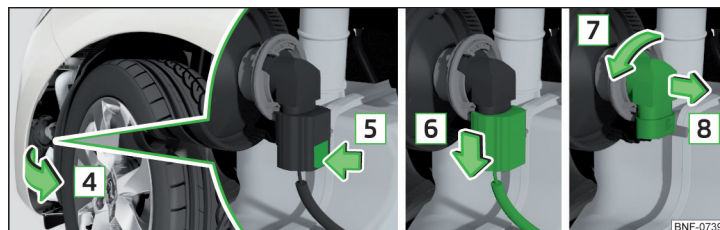

Рис. 177 Заміна ламп розжарювання
- Відкрийте облицювання колісної арки в напрямку стрілки [4] » Рис. 177.